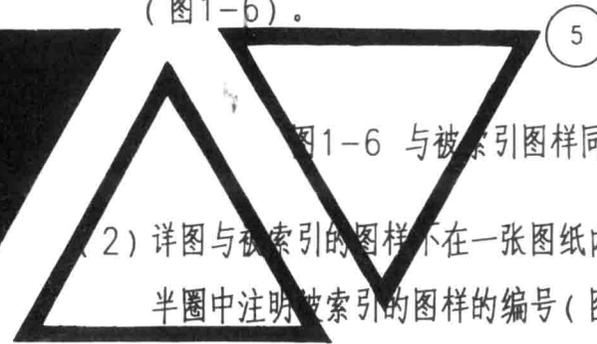

图1-6 与被索引图样同在一张图纸内的详图符号
(1) 详图与被索引的图样同在一张图纸内时, 应在详图符号内注明详图的编号(图1-6)。